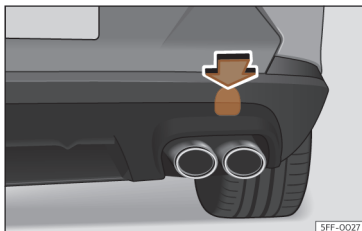

Fig. 211 No lado direito do para-choques traseiro: retirar a tampa.
O alojamento para a argola de reboque enroscável encontra-se na parte direita do para-choques traseiro, atrás de uma tampa >>> **Fig. 211**.
- Pressione a zona superior da tampa >>> **Fig. 211** para desencaixá-la.